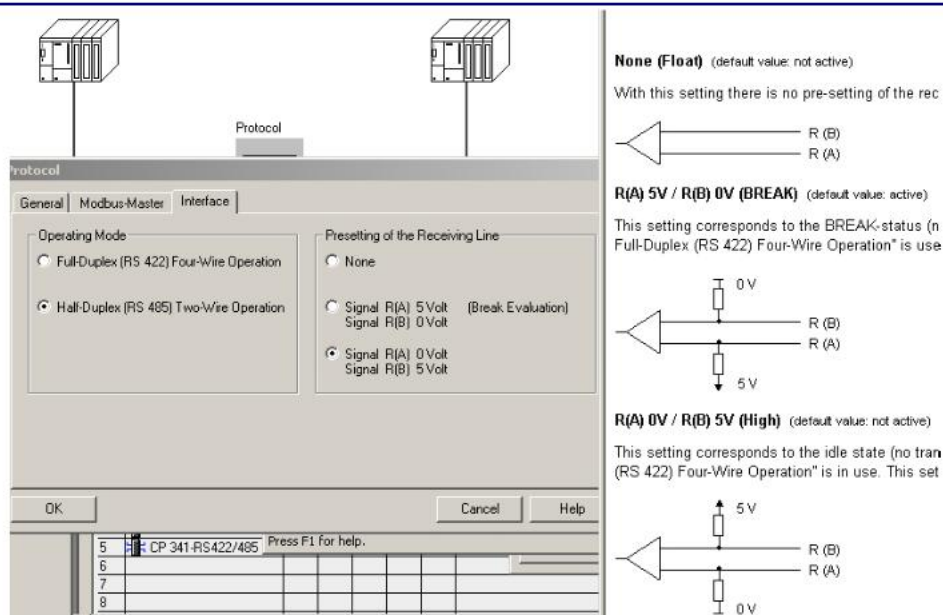

图 7 CP341 接线与通信对象 A、B 两线定义
选择半双工 RS 485，默认设置是 R (A) 为-，R (B) 为+。此设置主要是与 RS485 A、B 两线正负定义有关，在 CP341 接线与通信对象 A、B 两线正负定义相反时，可无需修改硬件接线，可直接修改此处颠倒接线正负。如图 7 所示。